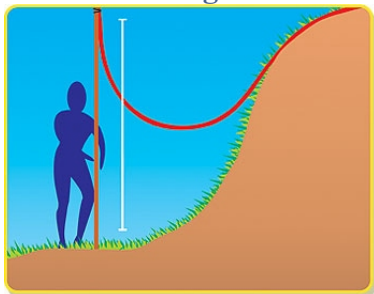

Fig. 01
- 1º passo:** Amarrar uma das pontas de uma mangueira de plástico translúcida cheia de água em uma vara, ficando a outra extremidade livre. (Fig. 01)